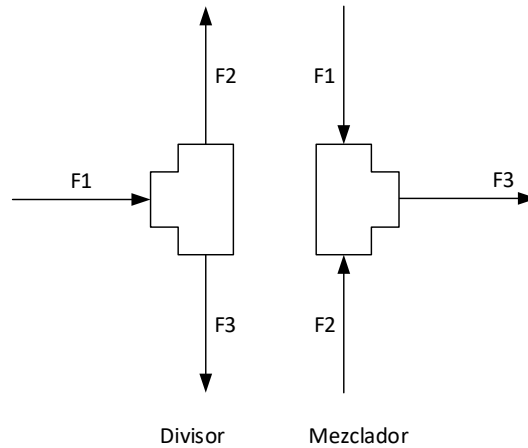

Figura 1: Divisor y mezclador.
5. Para el divisor mostrado en la Figura 1, realice las siguientes actividades. Suponga que el estado es pseudoestacionario. Emplee los valores informados en la Tabla 1 para las propiedades de la corriente de entrada.
6. Para el mezclador mostrado en la Figura 1, realice las siguientes actividades. Suponga que no hay reacción química, que el estado es pseudoestacionario. Emplee los valores informados en la Tabla 1 para las propiedades de las corrientes de entrada.